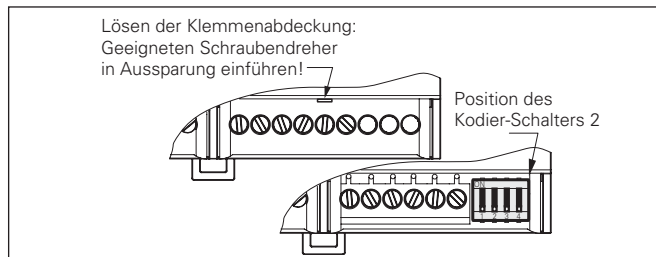

Abb. 1 Lösen der Klemmenabdeckungen (REG-Variante), Position des Kodier-Schalters 2
Die Gruppenbildung erfolgt mittels Kodier-Schalter 2 (Position siehe Abb. 1). Gebildete Gruppen können von einem Taster oder einer Sonnenschutzzentrale (z.B. Wisotronic) gemeinsam bedient werden.
- REG: Montieren Sie das Gerät beim Verteilereinbau auf einer symmetrischen Hutschiene (TH 35 nach EN 60715: 2001) durch Aufclipsen. Zur Erleichterung der Anschlussarbeiten können die Klemmenabdeckungen gelöst werden (siehe Abb. 1). Der elektrische Anschluss der Motorsteuereinheit erfolgt nach umseitigem Anschlussplan (siehe Abb. 5).